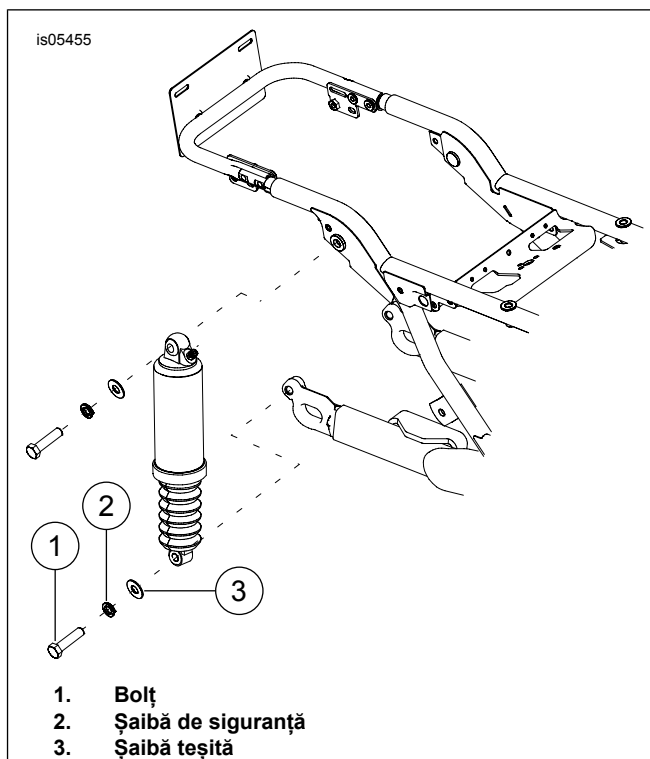

Figura 3. Se demontează amortizorul de șoc din spate
8. Consultați Figura 3 . Scoateți bolțurile de montare din partea inferioară (1), șaibele de siguranță (2) și șaibele plate (3) de pe amortizoarele de șoc.